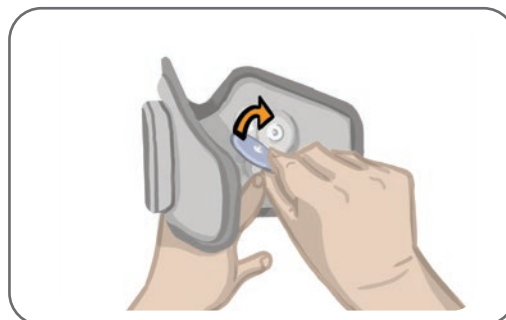

Figura 11-6: Fixação dos eletrodos de pano redondos
6. Fixe os eletrodos de pano redondos às bases dos eletrodos. Veja a Figura 11-6.